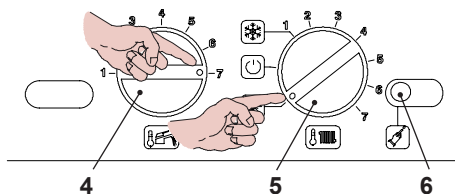

Fig. 9.8
mandi come indicato in Fig. 9.8.
- Per entrare nella modalità Spazzacamino bisogna entrare in programmazione premendo per 15 secondi il pulsante di ripristino 6 in Fig. 9.8 fino alla comparsa del parametro **P01**. Sul display LCD compare la seguente visualizzazione (la sequenza **P01** si alterna ---).
- Premere il pulsante di ripristino 6 in Fig. 9.8, per lo scorrimento dei vari parametri sino al raggiungimento del parametro valido per il settaggio della modalità Spazzacamino. Sul display LCD compare la seguente visualiz-